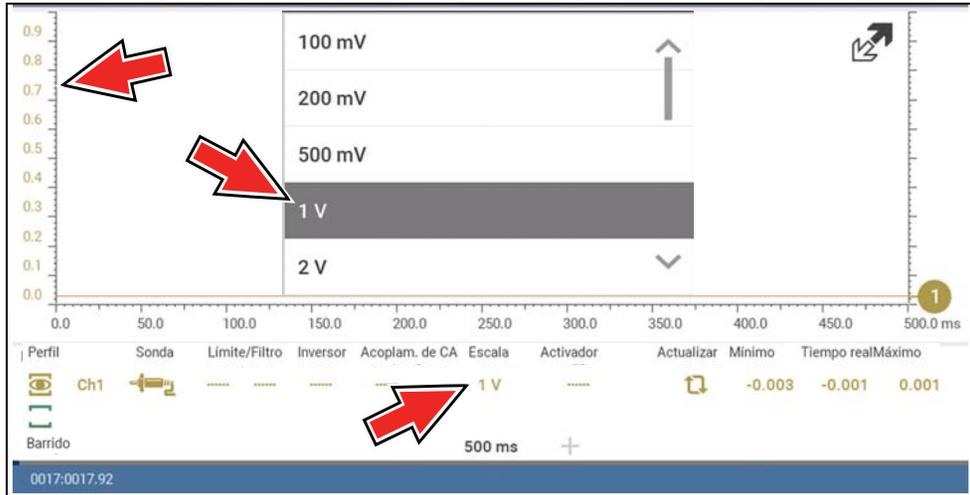

Figura 8-32
**Ejemplo (Figura 8-32):** Si la regla vertical está definida en 1 V, el valor que se muestra es 1 V.